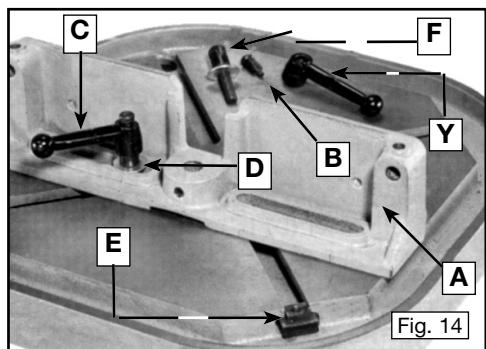

Fig. 14
Fixer le guide longitudinal (A, fig.14) à la table de la presse à colonne à l'aide des deux leviers de blocage (C et Y), des rondelles plates (D) et des écrous en T (E), dont l'un est illustré sur le module (C).